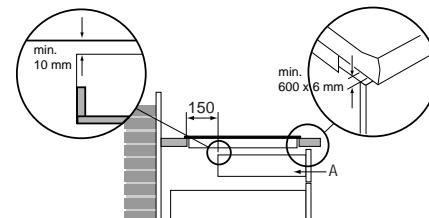

Abb. 9: Lade unter Induktionskochfläche
- Bei einer Schublade ist an der Vorderseite für einen Spalt von mindestens  $560 \times 6 \text{ mm}$  zu sorgen (siehe Abb. 9). **Achtung:** eine Schublade darf die Lüftungsöffnungen an der Unterseite des Gerätes nicht abschließen.
- Der Abstand zwischen Schublade A und dem Kochfeld muss mindestens 10 mm betragen. Bei einer festen Blende sind keine zusätzlichen Anpassungen für die Belüftung erforderlich (siehe Abb. 9).